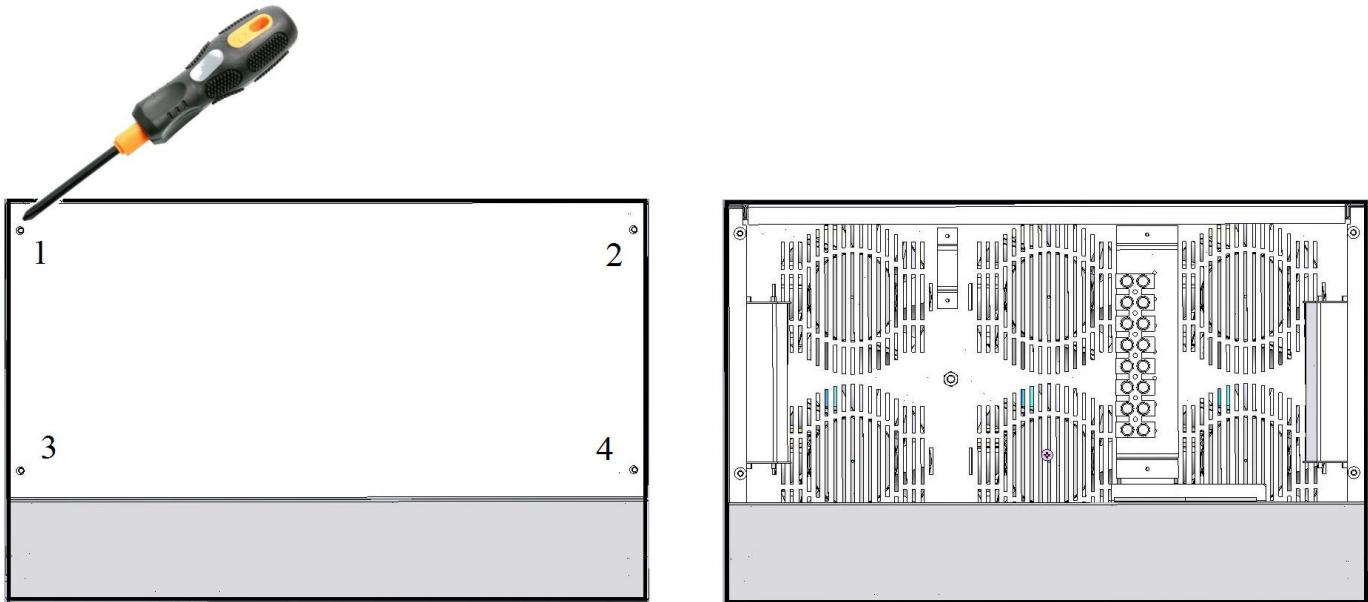

Рисунок 6. Схема снятия защитной крышки сверху корпуса стабилизатора
- При помощи отвертки открутить 4 винта защитной крышки с верхней части стабилизатора для доступа к клеммной колодке (см. рисунок 6).